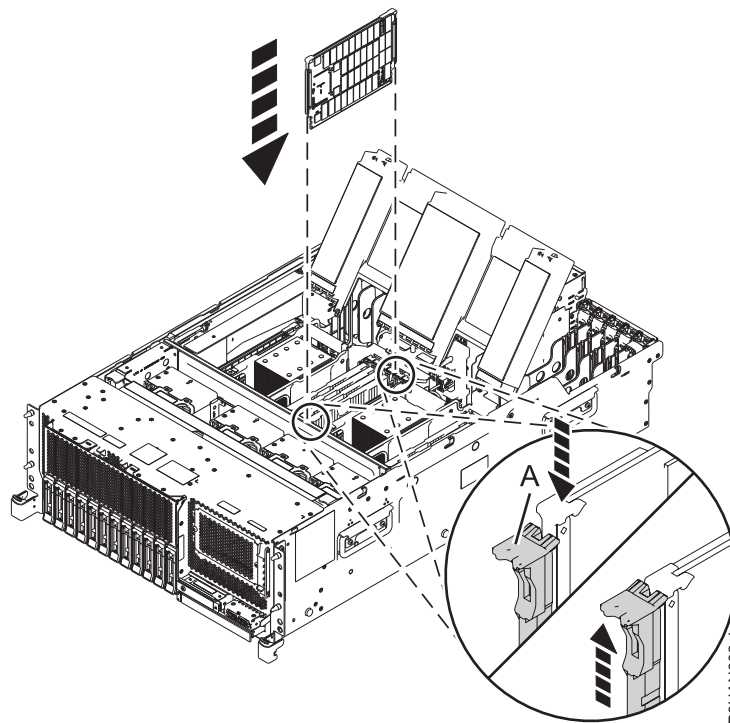

Abbildung 3. Speichermodul bei einem System vom Typ 8247-42L, 8286-41A oder 8286-42A installieren oder austauschen
5. Drücken Sie das Speichermodul fest in den Steckplatz, bis die Verriegelungszunge (A) einrastet. Siehe Abb. 3 auf Seite 7.